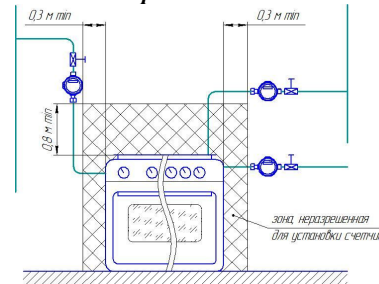

Рисунок 2
5.5.1 Установить счетчик на вертикальном или горизонтальном участке газопровода (рисунок 2). **ВНИМАНИЕ!** *Направление стрелки на корпусе счетчика должно совпадать с направлением потока газа в газопроводе.* Допускается установка счетчика в любом удобном для потребителя положении, не противоречащем правилам установки и монтажа газового оборудования. Наличие прямых участков до и после счетчика не требуется.